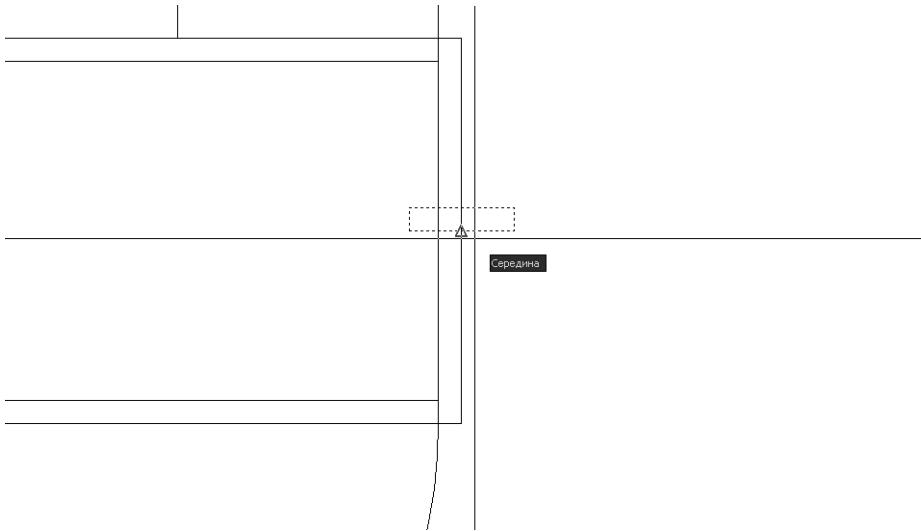

Рис. 4.64 ▼ Выбор базовой точки для вращения с помощью режима привязки **Середина** (Midpoint)
9. AutoCAD предложит выбрать базовую точку. Снова щелкните на кнопке **Середина** (Snap to Midpoint) и выберите точку, которая находится на середине нижней линии контура выбранного в п. 8 прямоугольника (рис. 4.64).